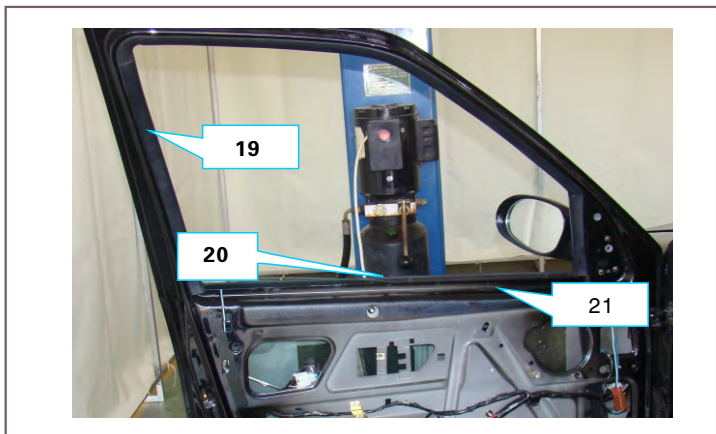

图10-46 拆车门内外密封条及玻璃导槽
⑧卸下车门内密封条21、外密封条20及玻璃导槽19。（如图10-46所示）